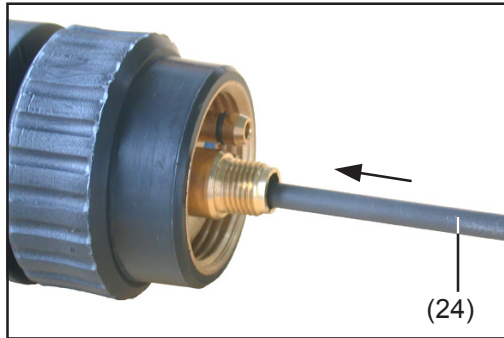

Abb.21 Draht-Führungsseele einschieben
- Als Option ist die Einlaufdüse (26) - 42,0001,5421 - verfügbar
- Die Einlaufdüse (26) am geräteseitigen Anschluss Schweißbrenner festschrauben
- Am geräteseitigen Anschluss Schweißbrenner die Draht-Führungsseele (24) an der Einlaufdüse (26) gemäß Abb.21 ablängen